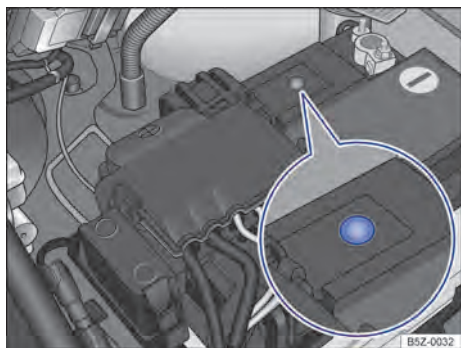

Fig. 179 No compartimento do motor: exemplo de posição do visor no lado superior da bateria do veículo.
- O visor redondo → Fig. 179 na parte superior da bateria do veículo muda de cor conforme o nível do eletrólito.